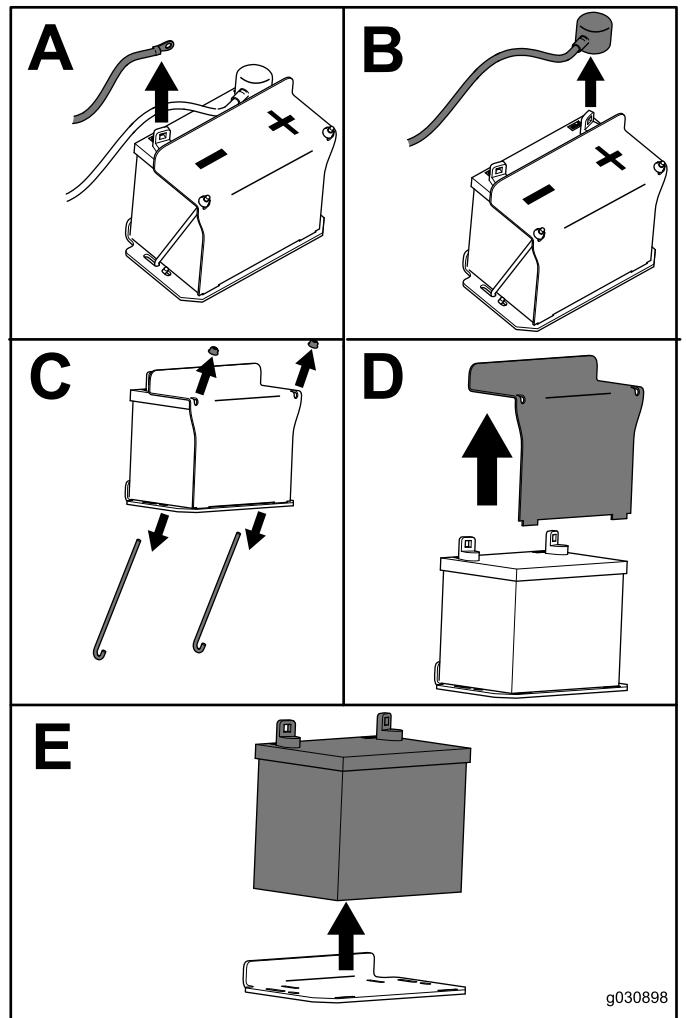

Рисунок 61
- Снимите аккумулятор, как показано на Рисунок 61.